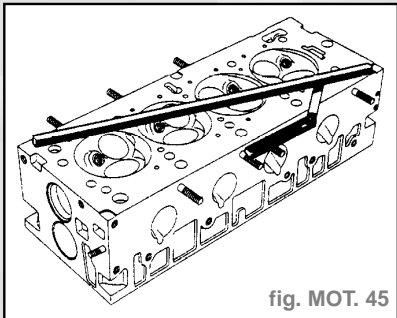

fig. MOT. 45
- Vérifier avec une règle et un jeu de cales s'il y a déformation du plan de joint (fig. MOT. 45).